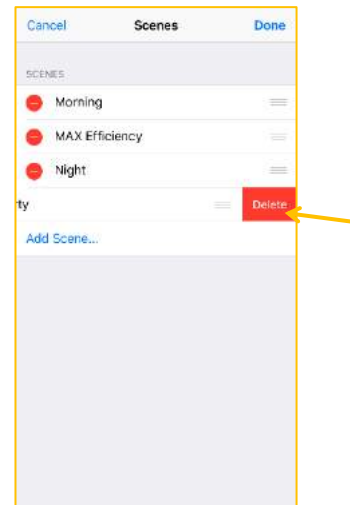

Abbildung 49
- ✓ Auf **Delete** tippen (Abb. 49)